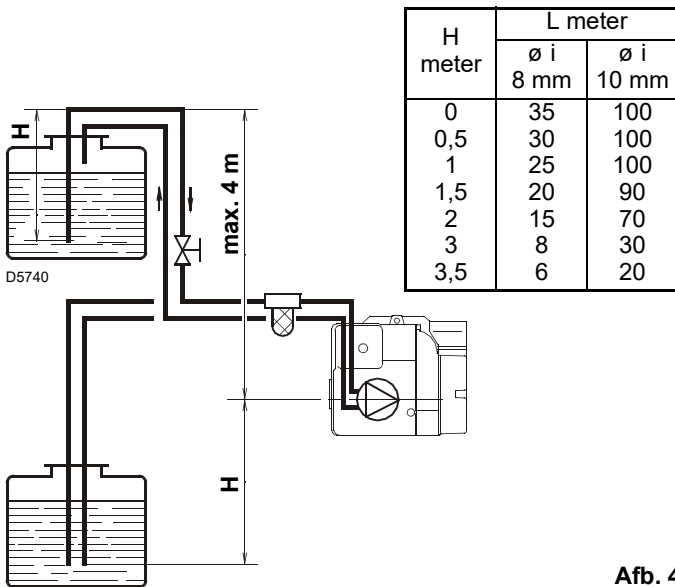

Afb. 2
- Enkel noodzakelijk met eenpijinstallaties (Afb. 2). Voor de installatie Afb. 2 moet de koppeling van de vacuüm-meter 4) (Afb. 5) gelost worden, en moet gewacht worden tot de brandstof uitstroomt.
Legende (Afb. 2, Afb. 3 en Afb. 4)